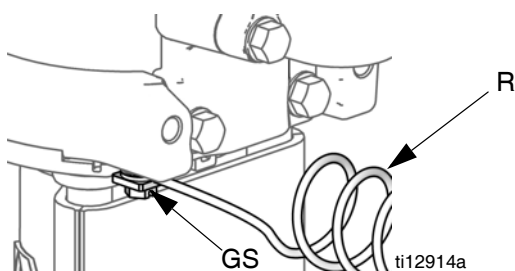

FIG. 2. Jordskruv och -kabel
1. Pump: Se FIG. 2. Kontrollera att jordskruven (GS) är fastsatt och säkert åtdragen på tryckluftsmotorn. Anslut andra änden av den jordade ledningen (R) till en äkta jordpunkt.